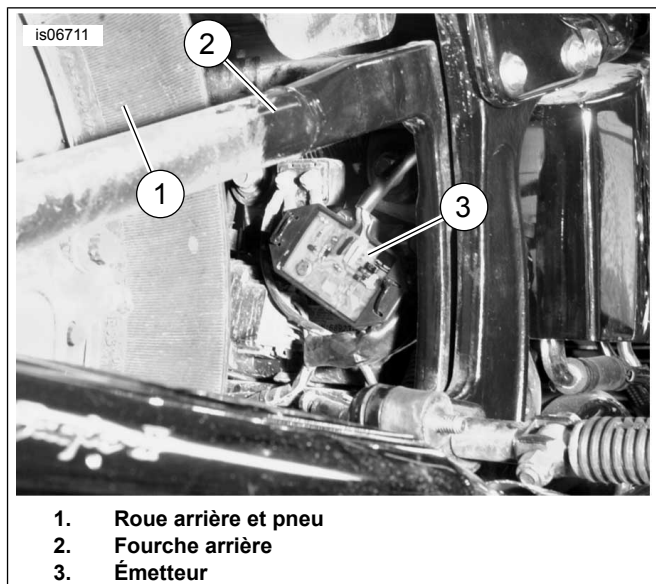

Figure 4. Montage de l'émetteur, modèles Softail de 2000 et plus récents, sauf le Deuce (FLSTC illustré)
3. Voir Figure 4. Utiliser les serre-câbles du kit pour attacher l'émetteur (3) au faisceau de fils situé sous le cadre, la fourche arrière (2) et le pneu arrière (1).